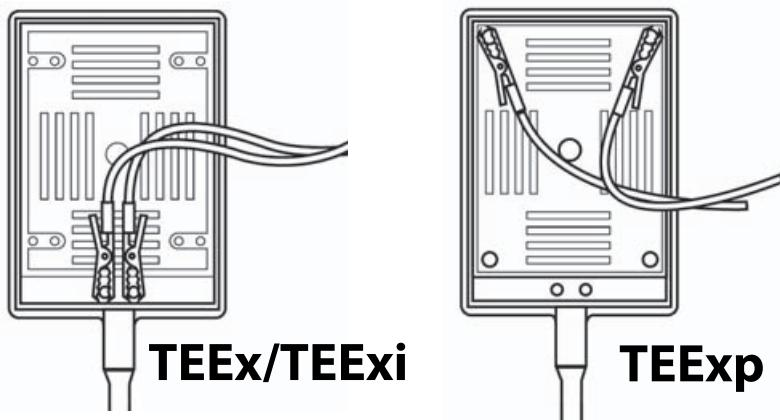

Figura 3 Collegamento del connettore del trasduttore
- Collegare i conduttori rossi alle viti zigrinate a testa cilindrica sul connettore del trasduttore come illustrato nella **Figura 3**. La configurazione dei conduttori dipende dal modello del trasduttore che si possiede. Vedere la fase 2b per determinare il proprio modello di trasduttore.